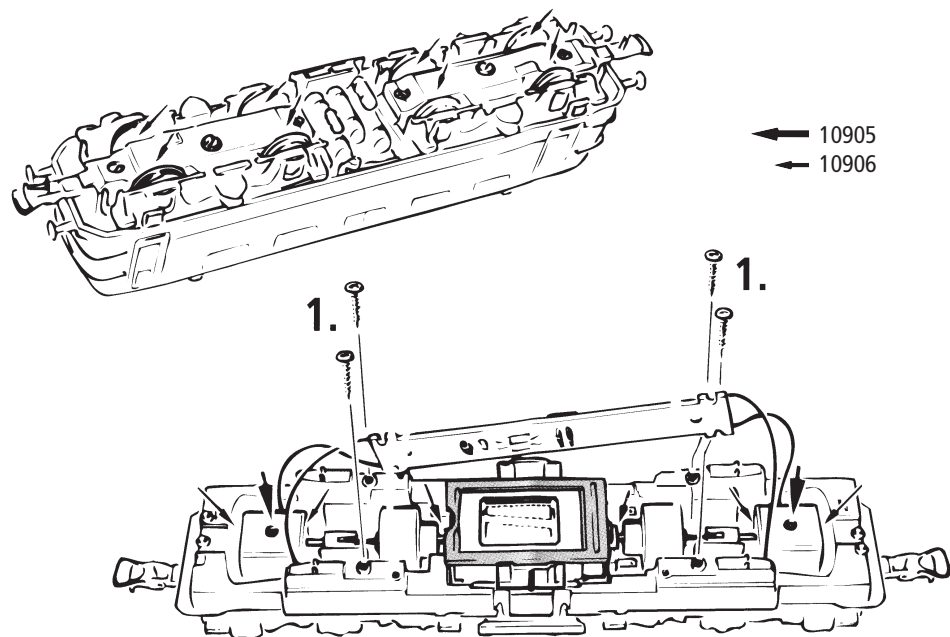
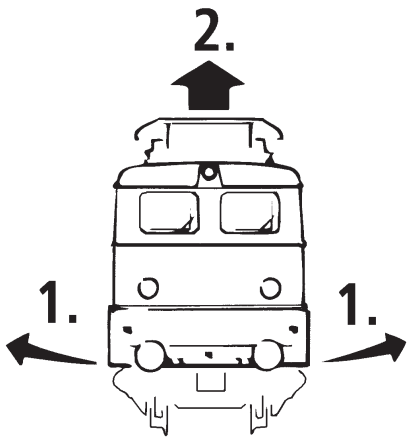

Fig. 8
Fig. 4
3. Haftreifenwechsel: Zuerst den Getriebedeckel abnehmen (Fig. 4). Danach den **Radsatz** herausnehmen und die **Haftreifen** mit einer Nadel od. mit einem feinen Schraubendreher abziehen (Fig. 8). Beim Aufziehen der neuen Haftreifen darauf achten, dass diese sich nicht verdrehen.
3. Change of traction tyre: Remove the gear cover (fig. 4). Take out **wheel set** and remove **traction tyre** using a pin or a fine screwdriver (fig. 8). When pressing on the new traction tyre please **avoid twisting it**.
3. Échange des bandages d'adhérence: Démontez d'abord le **couvercle du carter des engrenages** des engrenages (fig. 4). Délogez ensuite les essieux bandagées et enlevez, à l'aide d'une aiguille ou d'un tournevis fin, les bandages d'adhérence (fig. 8). Lors du montage des nouveaux bandages veuillez veiller à ce que les bandages **ne soient pas tordu**.